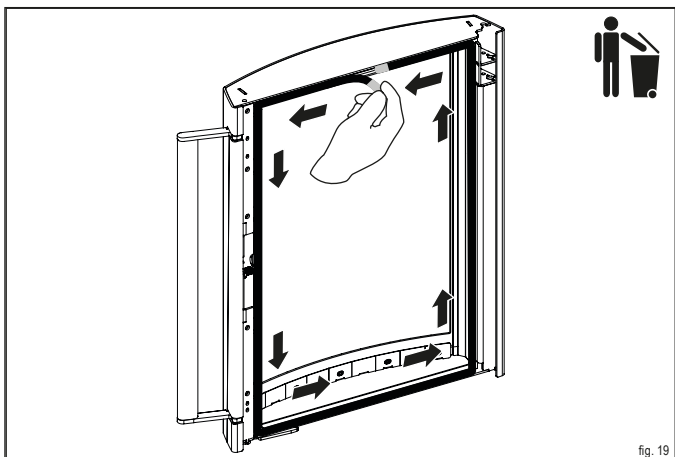

fig. 19
- ▶ **Estrarre la vecchia guarnizione dalla guida tirandola da una delle estremità e smaltirla tra i rifiuti (fig. 19).**